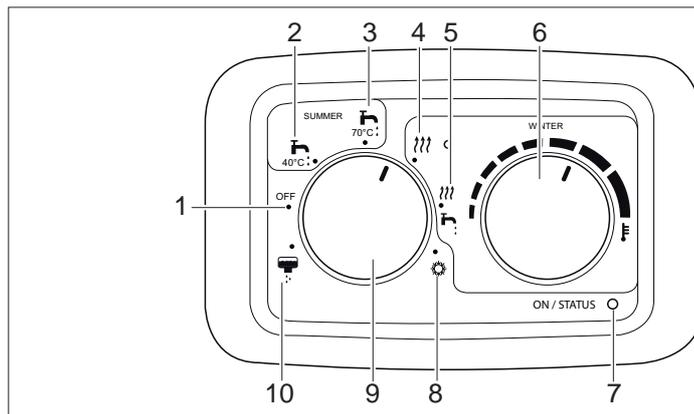

Fig. 195 Pannello riscaldamento gasolio Webasto
L'apparecchio di riscaldamento viene utilizzato per riscaldare l'acqua potabile. L'acqua viene riscaldata e mantenuta ad una temperatura di 40 °C o di 70 °C. Il ventilatore dell'aria di riscaldamento dell'abitacolo non è attivato. Se la temperatura dell'acqua scende sotto un determinato valore, la combustione viene riavviata. L'indicatore (Fig. 195,7) sull'elemento di comando resta acceso in verde finché l'apparecchio rimane acceso.
- Portare il selettore del modo operativo (Fig. 195,9) su funzionamento estivo, temperatura dell'acqua 40 °C (Fig. 195,2) o 70 °C (Fig. 195,3).
La spia di funzionamento (Fig. 195,7) si accende in verde e la spia sul selettore del modo operativo (Fig. 195,9) si accende in rosso.
*Spegnimento:* ■ Portare il selettore del modo operativo (Fig. 195,9) su "Off" (Fig. 195,1).
*Accensione:* ■ Regolare il selettore della temperatura interna (Fig. 195,6) sulla temperatura interna selezionata con il termostato.
■ Regolare il selettore del modo operativo (Fig. 195,9) sul funzionamento invernale, riscaldamento senza preparazione dell'acqua calda (Fig. 195,4).
La spia di funzionamento (Fig. 195,7) si accende in verde e le spie sul selettore del modo operativo (Fig. 195,9) e sul selettore della temperatura interna si accendono in rosso.
■ Regolare il selettore del modo operativo (Fig. 195,9) sul funzionamento invernale, riscaldamento con preparazione dell'acqua calda (Fig. 195,4).
Se il boiler non contiene acqua e si seleziona il funzionamento invernale, riscaldamento con preparazione dell'acqua calda, l'elemento di comando emette un avvertimento. Il LED verde accanto a funzionamento invernale, riscaldamento con preparazione dell'acqua calda (Fig. 195,4) inizia a lampeggiare.
- Regolare il selettore del modo operativo (Fig. 195,9) sul funzionamento invernale, riscaldamento senza preparazione dell'acqua calda (Fig. 195,4).